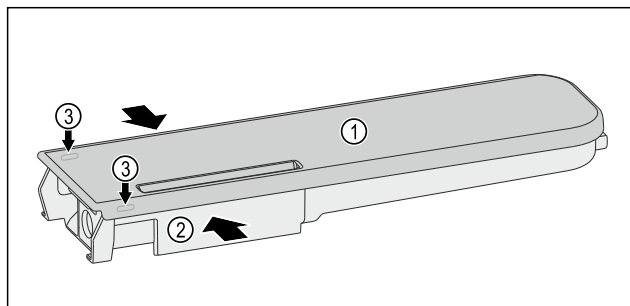

Fig. 173
- ▶ Stlačte nádrž na vodu Fig. 173 (2) k sobě a víko Fig. 173 (1) opatrně vypáče přes západky Fig. 173 (3) a vytáhněte nahoru.
- ▶ Víkem Fig. 173 (1) pohybujte lehce tam a zpět a sejměte jej nahoru.